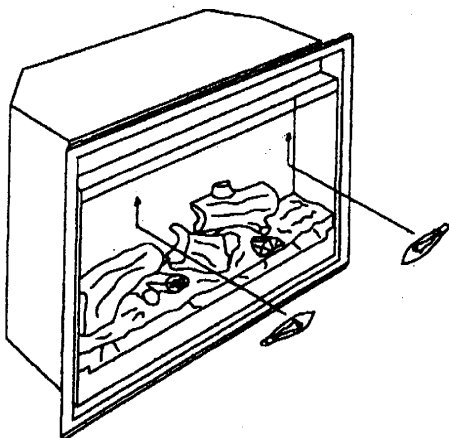

FIGURE 13
1. Examinez les ampoules pour déterminer celles qu'il faut remplacer (FIGURE 13).